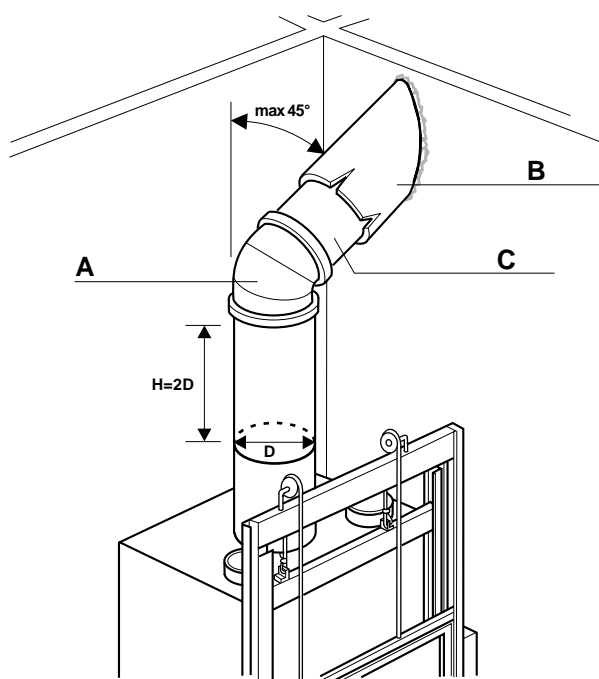

Fig. 5.8
5.8 COLLEGAMENTO ALLA CANNA FUMARIA (FIG. 5.8)
Le dimensioni della canna fumaria devono corrispondere a quanto indicato nella tabella riportata in quarta di copertina. Si consiglia di eseguire il raccordo per l'uscita fumi, tra il caminetto e la canna fumaria, mediante curve e tubi metallici di spessore adeguato, avendo l'attenzione di non superare l'inclinazione di 45° (vedi Fig. 5.8: A-curva, B-coibentazione fibra ceramica lana di roccia, C-tronchetto), qualora la canna fumaria non si trovi perpendicolare al caminetto. A raccordo eseguito è opportuno isolare i tubi metallici dell'uscita fumi con lana di roccia eventualmente ricoperta da foglio di alluminio esterno.
- Make a hole in the tube (C).
- Insert a washer on the probe (B) support and then insert these into the tube (C).
- From the internal of the tube (C) tighten the screw (D) to secure the probe (B) support to the tube (C).
- Insert the probe through the probe end (A).
- Tighten the probe block (A) into the probe support (B), in such a way as to secure the probe in its fitting, while keeping the support steady.
5.8 CONNECTION TO FLUE (FIG. 5.8)
Flue dimensions must correspond to those given in the technical characteristics table. The fumes outlet fitting between the fireplace and the flue should be effected using suitably thick metal and curved pipes, taking care not to exceed a 45° angle (see Fig.5.8: A-Pipe fitting - Bend - max. 45°, B-Ceramic fibre or rockwool insulation, C-Stub pipe) if the flue is not perpendicular to the fireplace.
- Das Rohr (C) bohren
- In der Sondenhalterung (B) ein Lager einsetzen und alles zusammen im Rohr (C) einsetzen;
- Aus der inneren Seite des Rohres (C) die Befestigungsmutter (D) der Sondenhalterung (B) fixieren;
- Die Sonde durch die Sondenhülse (A) einsetzen;
- Die Sondenhülse (A) in der Sondenhalterung (B) anschrauben um die Sonde in ihrer Stelle beim Festhalten der Sondenhalterung zu fixieren.
5.8 ANSCHLUSS AN DAS RAUCHABZUGSROHR (ABB. 5.8)
Die Maße des Rauchfangs müssen den Angaben der Tabelle der technischen Merkmale entsprechen. Es ist empfehlenswert, den Anschluß für den Rauchabzug zwischen dem Kamin und dem Rauchabzugsrohr mittels Krümmungen und Rohren aus Metall mit geeigneter Stärke durchzuführen. Sollte sich das Rauchabzugsrohr nicht im rechten Winkel zum Kamin befinden, darf eine Neigung der Rohre zum Kamin nicht überschritten werden (siehe Abb. 5.8: A-Krümmung - Anschluß H = ø 2 - Max. 45°, B-Isolierung aus Keramikfaser oder Steinwolle, C-Stutzen). Nach dem Anschluß ist es empfehlenswert, die Metallrohre des Rauchabzugs mit Keramikfaser oder Steinwolle zu isolieren und eventuell mit einem Aluminiumblech zu verkleiden.